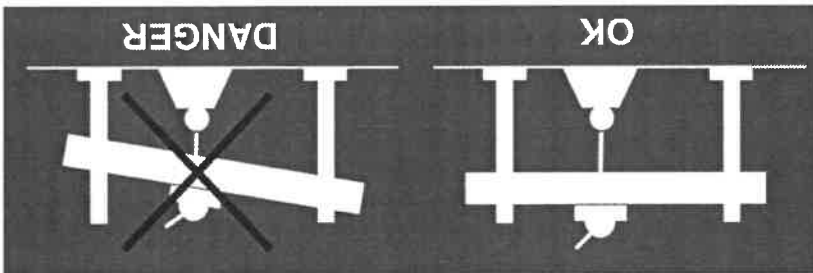

Figure 17
- ▲ **La poutre en aluminium doit être impérativement placée à l'horizontale (Figure 17).**